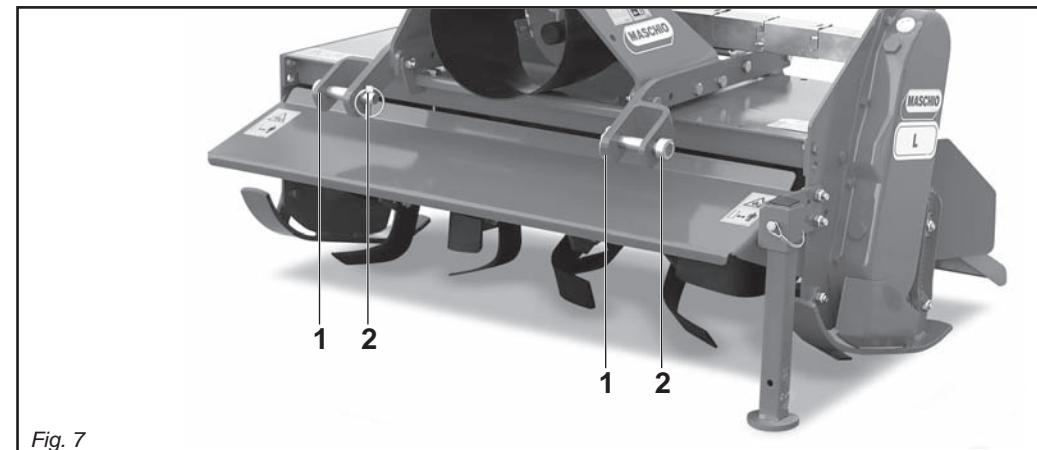

Fig. 7
In base alle dimensioni specifiche di questi tipi di attacchi dei trattori è necessario determinare la posizione più favorevole della macchina spostando opportunamente le piastre (1 Fig. 7) e inserendo i perni (2 Fig. 7) nei fori corrispondenti al giusto diametro delle parallele del trattore.
Le piastre vanno montate sempre e solo come mostrato in Fig. 7.
Depending on the precise dimensions of these two types of hitches, find the best position for the machine by moving the plates (1 Fig. 7) along and inserting the pin (2 Fig. 7) in the holes corresponding to the correct diameter for the tractor's parallel arms.
The plates must always and only be mounted as shown in Fig. 7.
En fonction des dimensions spécifiques de ces types d'attelages des tracteurs il faut déterminer la position la plus favorable de la machine en déplaçant, les plaques (1 Fig. 7) et introduire les axes (2 Fig. 7) dans les trous correspondant au bon diamètre des parallèles du tracteur.
Les plaques doivent obligatoirement être montées comme illustré dans la Fig. 7.
Der Anbau der Maschine am Schlepper erfolgt nur dann, wenn die Maschine am Boden steht, und zwar auf ebenem Gelände. Alle Maschinen können an jedem beliebigen Schlepper mit Universal-Drei-punktaufhängung der 1 Kategorie angebaut werden. Aufgrund der spezifischen Abmessungen dieser beiden Schlepperanschlüsse kann man die günstigste Position der Maschine festlegen, indem man die Platten (1 Abb. 7) und die Bolzen (2 Abb. 7) in die entsprechenden Bohrungen mit dem richtigen Durchmesser auf dem Schleppergestänge einsteckt.
Die Platten dürfen nur und ausschließlich so montiert werden, wie es in Abb. 7 gezeigt ist. Der Hersteller haftet nicht für die Beschädigung der Maschine oder des Schleppers infolge der Nichtbeachtung dieser Angabe.
Todas las máquinas pueden ser adaptadas a cualquier tractor dotado de enganche universal de tres puntos de 1^a categoría. En relación a las dimensiones específicas de estos tipos de enganche de los tractores hace falta determinar la posición más favorable de la máquina desplazando oportunamente las placas (1 Fig. 7) e introduciendo los pernos (2 Fig. 7) en los orificios correspondientes al correcto diámetro de las paralelas del tractor.
Las placas deben ser montadas siempre y solamente según lo indicado en la Fig. 7 con los orificios posicionados delante del tubo cuadrado.
- 1) Accostare le parallele del sollevatore ponendole all'interno delle piastre (1 Fig. 7), inserire il perno (2 Fig. 7) nel foro predisposto e bloccare con le copiglie a scatto.
- 1) Near the lift bars, setting them in the most suitable plates (1 Fig. 7). Insert the pin (2 Fig. 7) into the relative hole and lock in place with the snap-in split pins.
- 1) Approchez les barres du relevage en les plaçant à l'intérieur des plaques les plus appropriées (1 Fig. 7), introduisez l'axe (2 Fig. 7) dans le trou correspondant et bloquez par les goupilles à enca斯特ment.
- 1) Die Lenker des Krafthebers annähern und in die am besten geeigneten Platten schieben (1 Abb. 7). Den Bolzen (2 Abb. 7) in das Loch stecken und mit dem einrastenden Splint blockieren.